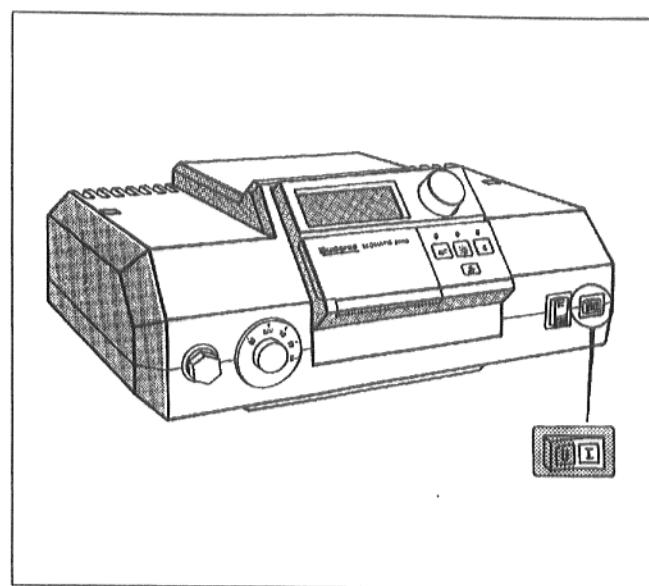

Рис. 4: Включение газовой горелки
- Установить переключатель "Работа" (Рис. 4) в положение I (ВКЛ).
- Установить переключатель "Работа" (Рис. 4) в положение 0 (ВыКЛ).